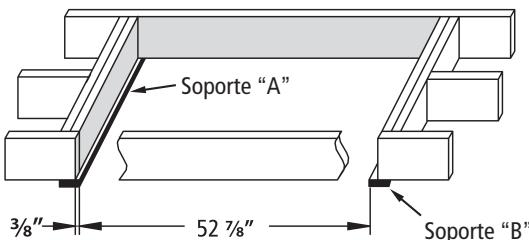

FIGURA 5: Vista desde arriba
A. Añada soportes temporales “A” y “B” con piñas de $2\frac{1}{2}$ ” como se muestra en la Figura 4. El soporte “A” debe estar situado en el extremo, donde se ubica la bisagra de la puerta de la escalera. El borde del soporte “A” deberá extenderse $\frac{3}{8}$ ” dentro de la abertura como se muestra en la Figura 5. Asegúrese de que ambas piñas penetren el cabezal por encima del techo.
B. Mida desde el borde interior del soporte “A”, posicione y asegure el borde interior del soporte “B” a $52\frac{7}{8}$ ”(Figura 5). Asegúrese de que ambas piñas penetren el cabezal por encima del techo.